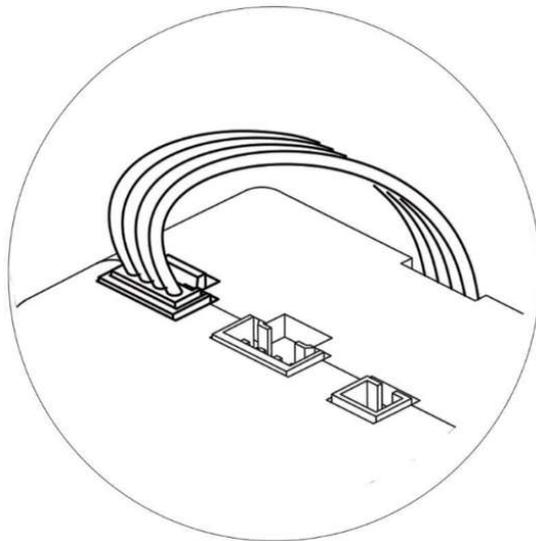

Abb. 8
4. Stecken Sie den Stecker des Verbindungskabels in die Buchse direkt an der Schloßkastenkante, bis die Sicherungslasche eingerastet ist. Vergewissern Sie sich, dass der Stecker fest sitzt und nicht herausgezogen werden kann. (Abb. 8)